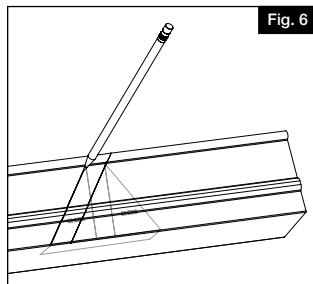
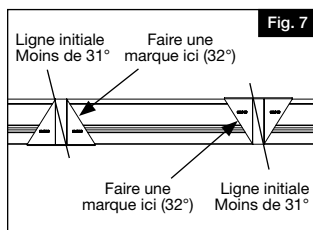

Fig. 6
Fig. 7
- Avant d'installer des barreaux en aluminium ronds, placer la bande en mousse fournie sur la partie supérieure de la main courante et sur la partie inférieure de la lisse (côtés opposés aux trous toupillés). Couper la bande en mousse à la longueur des rampes. Puis, enlever 1 po (25 mm) de l'intercalaire à chaque extrémité de la bande en mousse pour exposer l'adhésif (Fig. 6). Appuyer sur la bande en mousse pour la coller sur les rampes (Fig. 7). NE PAS enlever l'intercalaire sur toute la bande.
- À partir de la ligne initiale créée par le poteau, faire une autre marque 11/16 po (17,5 mm) à l'intérieur de la lisse [plus près des trous du barreau] (Fig. 6) à l'aide du gabarit d'angle (Fig. 7). En enlevant cette partie, on prévoit un espace pour le support lorsque la rampe sera installée. Pour cet angle de 26° à 31°, la nouvelle ligne ne sera PAS parallèle à la ligne tracée précédemment.